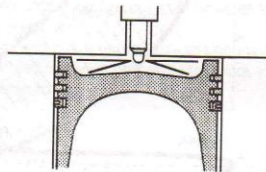

Figure 2.1. Injection directe pour moteurs lents (Doc. Bosch)
- l'*injection directe*, qui désigne tous les procédés ne comportant pas de fractionnement de la chambre de combustion (l'injecteur pulvérise le combustible directement dans la chambre principale du cylindre) (fig. 2.1 à 2.3) ;
- par énergie des jets d'injecteur (fig. 2.1) utilisé dans les gros moteurs lents ; l'injecteur central comporte de 6 à 8 trous, pulvérise le combustible (tarage 250 à 450 bar (1 bar = 100 kPa)), à la circonférence de la chambre de combustion de grand diamètre et peu profonde du piston (fig. 2.1). Le système fonctionne sans tourbillon d'air (appelé « swirl »), mais exige une grande précision du positionnement de l'injecteur (à proximité de la chambre) et un excès d'air très important ;